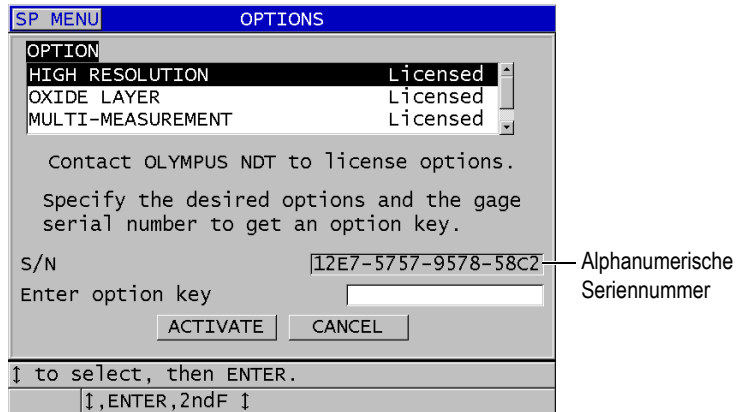

Abbildung 7-1 Fenster OPTIONEN, in dem die Softwareoptionen aktiviert werden
3. Notieren Sie die im Fenster **OPTIONEN** (siehe Abbildung 7-1 auf Seite 113), im Feld **SERIENNR.** erscheinende 16-stellige Seriennummer.
5. Verfahren Sie im Fenster **OPTIONEN** (siehe Abbildung 7-1 auf Seite 113) wie folgt: